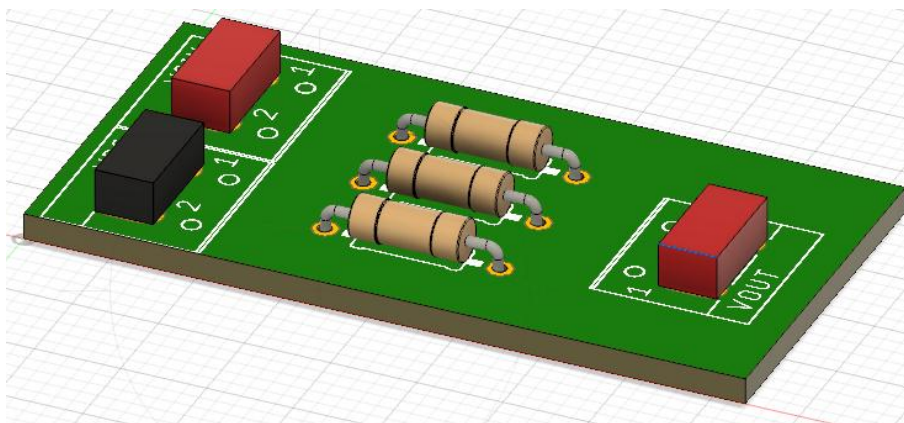

Figura 6: Visualización del modelo en Autodesk Fusion 360.
13. Se abrirá la representación física que tendrá la tarjeta cuando se hayan soldado los componentes electrónicos, ver figura 6.